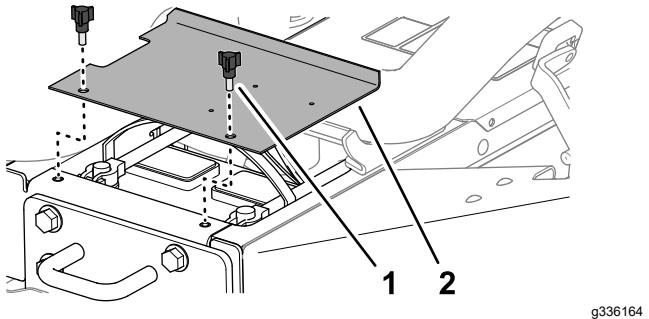

Figura 57
1. Rilasciate i fermi sul lato sinistro e sul lato destro del cofano (Figura 57).